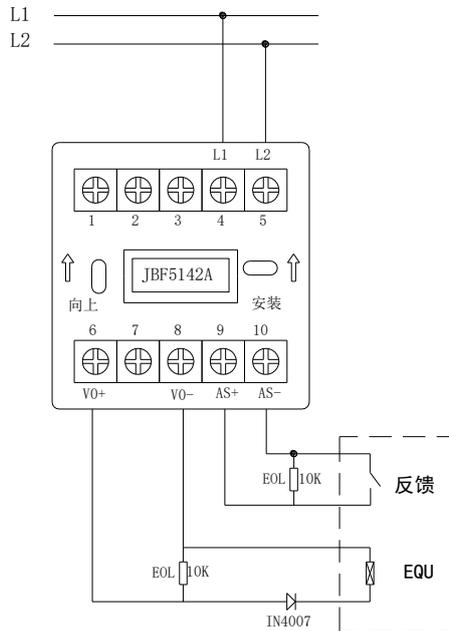

图 3 接线示意图
- ◆ 连接在 AS+和 AS-上的监视设备的动合端必须并联 10KΩ 终端电阻。见图 3。
- ◆ VO+(端子 6)、VO-（端子 8）：接被控设备。模块启动后 VO+(端子 6)和 VO-（端子 8）可以脉冲输出或持续输出。见图 3。
- 注：①脉冲输出：模块设备只提供 DC30V/1.5A/100ms 脉冲，不提供持续电压。
②持续输出：脉冲输出后还可持续输出维持 DC24V 继电器工作所需电流。